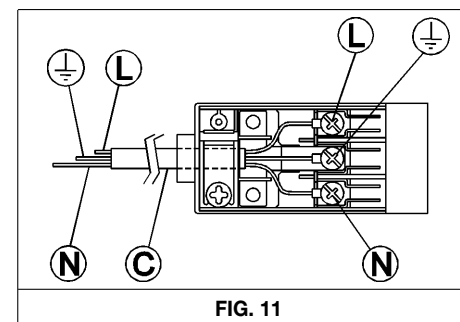

FIG. 11
- Applicare al cavo d'alimentazione "C" se sprovvisto (vedi fig. 11) una spina normalizzata adatta al carico indicato sull'etichetta segnaletica. Allacciare i cavetti secondo lo schema della fig. 11 avendo cura di rispettare le sottoindicate rispondenze: